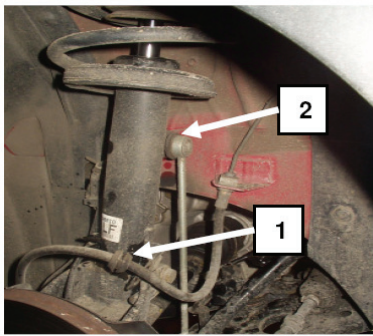
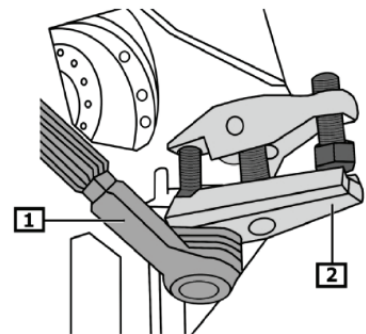

Fig. 1:
Fig. 3:
- Bremsschlauch und Kabel (Fig. 1/1) am Federbein aushängen.
- Pendelstütze (Fig. 1/2) vom Federbein abbauen.
- Spurstangenkopf abdrücken. (Fig. 3).
- Remove brake hose and wire (Fig 1/1) from the suspension strut.
- Unscrew swing link support (Fig 1/2) from the suspension strut.
- Separate the track rod head from the stub axle. (Fig.3)
- Décrocher le flexible de frein et les câbles (Fig. 1/1) se trouvant à la jambe de force.
- Démonter la bielle d'appui (Fig. 1/2) de la jambe de force. Libérer la rotule de barre de direction (Fig. 3).
- Desenganchar el tubo del freno y el cable (Fig. 1/1) de la columna de suspensión.
- Desmontar el soporte pendular (Fig. 1/2) de la columna de suspensión. Empujar hacia atrás la cabeza de la barra de acoplamiento (Fig. 3).